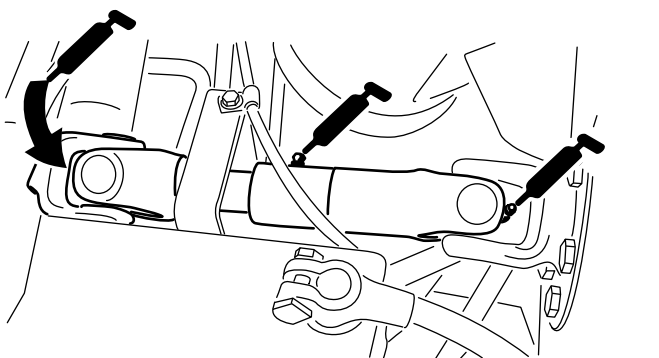

Рисунок 29
- Универсальный шарнир приводного вала насоса (3 шт.)—Рисунок 29